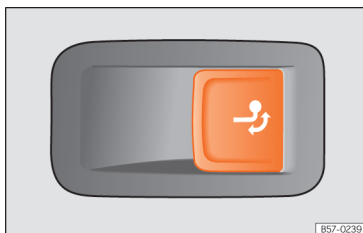

Fig. 182 No lado direito da bagageira: botão para desbloquear o gancho de reboque.
- Puxe o botão » » » **Fig. 182** de forma breve. O gancho de reboque desbloqueia-se eletricamente e roda-se automaticamente para fora. A luz de controlo do botão pisca.
- Puxe o botão » » » **Fig. 182** de forma breve. O gancho de reboque desbloqueia-se eletricamente.
- Nunca pressione o botão » » » **Fig. 182** quando tiver um reboque engatado ou estiver montado um porta-bagagens ou outros acessórios sobre o gancho de reboque.